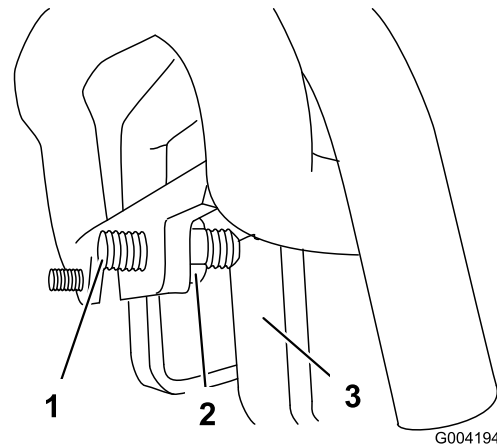

Bild 59
3. Falls die Zugmaschine nach **links** zieht, lockern Sie die **rechte** Klemmmutter und stellen Sie die Spurweiten-Stellschrauben vorne am Fahrtrieb ein (Bild 59).
4. Falls die Zugmaschine nach **rechts** zieht, lockern Sie die **linke** Klemmmutter und stellen Sie die Spurweiten-Stellschrauben vorne am Fahrtrieb ein (Bild 59).